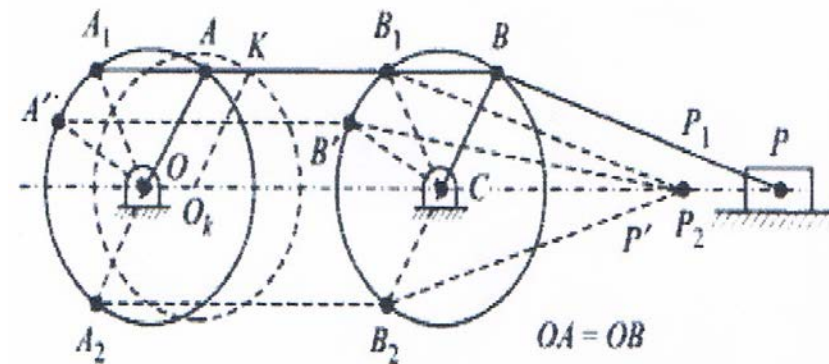

Figure 4 : Système double manivelle - bielle
Exemple : le piston (P) du système double manivelle – bielle (Figure 4) est animé d'un mvt de translation rectiligne.
Exemple : La bielle **AB** (Figure 4) exécute un mouvement de translation curviligne.
Exemple : Les manivelles **OA** et **CB** subissent un mvt de rotation (Figure 4).